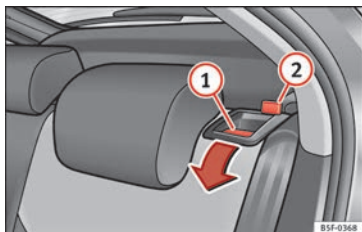

Fig. 110 Palanca de desbloqueo del respaldo.
- Pulse la palanca de desbloqueo » **fig. 110 ①** en el sentido de la flecha.
- Levante el respaldo hasta que encastre bien » **△**. Si ha encajado correctamente, ya no se deberá poder ver la marca roja del pasador » **fig. 110 ②**.